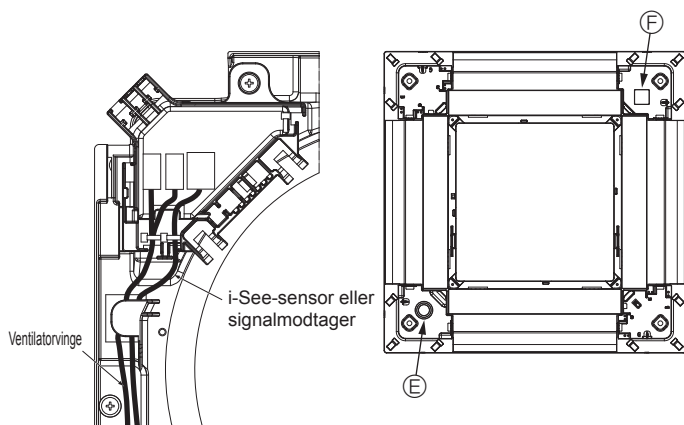

Fig. 5-14
- Før i-See-sensorens og signalmodtagerens ledninger som vist i Fig. 5-14.